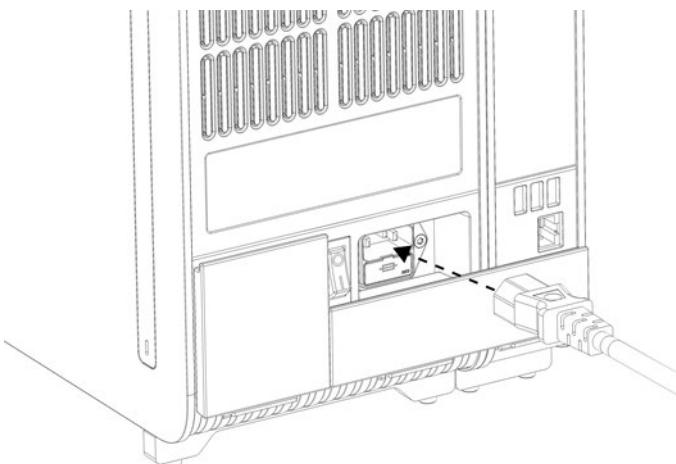

Figure 10. Connexion du cordon d'alimentation.
7. Connectez le cordon d'alimentation fourni avec le QIAstat-Dx Analyzer 2.0 à l'arrière du module analytique (figure 10).